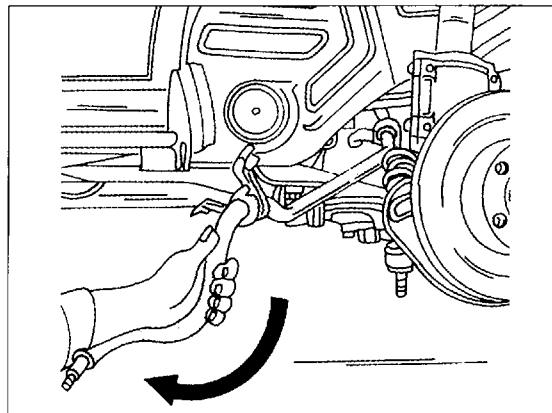

Bild 240
- An der Unterseite des Fahrzeuges links und rechts die Schrauben der Montageschellen an den in Bild 239 gezeigten Stellen lösen und den Kurvenstabilisator von der rechten Seite herausziehen, wie man es in Bild 240 sehen kann. Die Stange muss dabei angehoben und nach unten verdreht werden, damit sie an allen Stellen vorbei kommt.